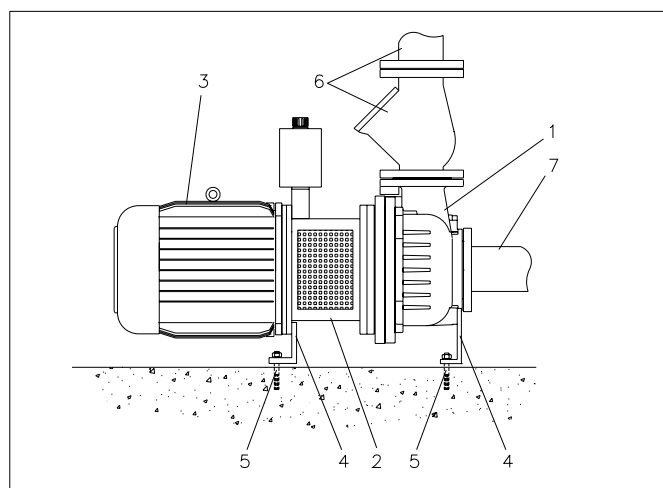
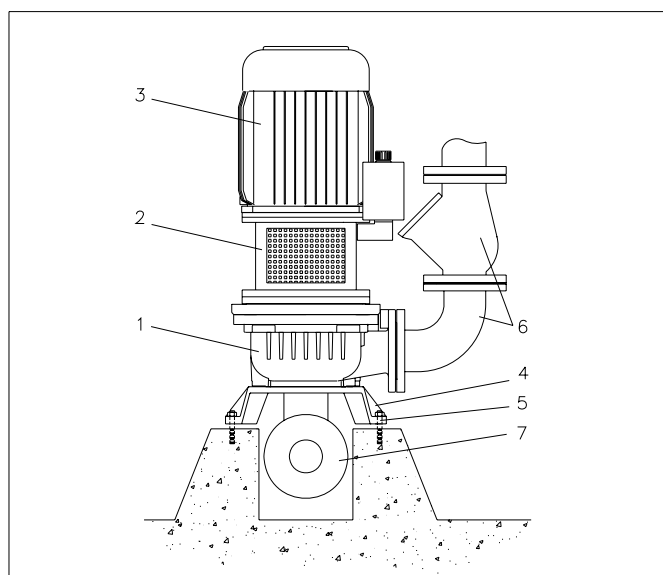

Fig. 7.5
Fig. 7.6
Kortgekoppelde uitvoering, horizontaal of verticaal zie fig. 7.5 en fig 7.6.
- de voet wordt verankerd aan de fundatie d.m.v. de 4 bevestigingsgaten, zie fig. 7.5 en fig 7.6 pos. 5.